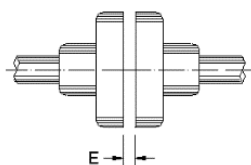

Figura 4.8: Holgura axial del acoplamiento (E)
Alinear cuidadosamente las puntas de eje y, siempre que sea posible, usar acoplamiento flexible, dejando una holgura (E) mínima de 3 mm entre los acoplamientos, conforme es mostrado en la Figura 4.8.